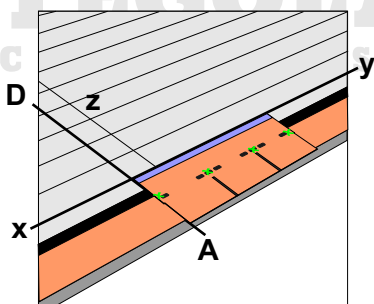

Fig. 5 - Posa della prima tegola Elite
- La posa della prima fila di tegole inizia allineando la tegola mod. Elite alla linea AD (fig. 5);